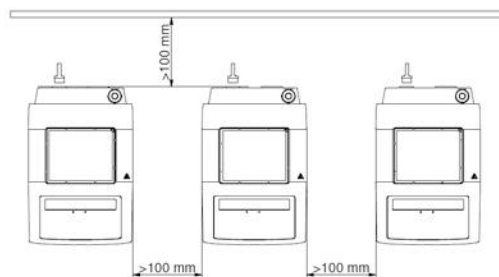

Fig. 2
- Соблюдайте минимальные расстояния между приборами, между прибором и стеной, а также над конструкцией (не менее 800 мм), см. Fig. 2.